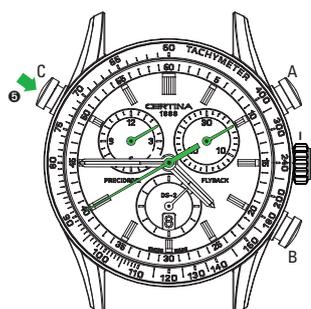

Fig. 8
- C** RESTART (recupero) (secondo la Fig. 8)